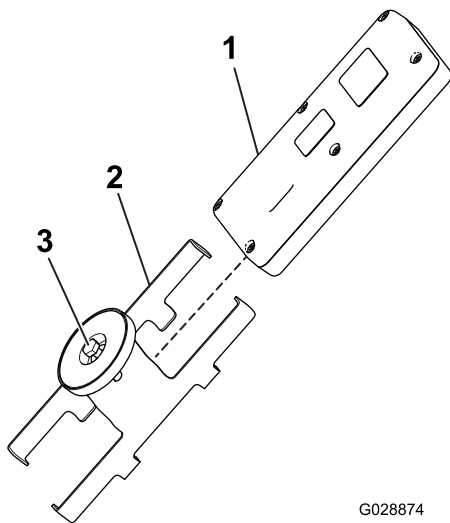

图 13
5. 将手持遥控器装入磁性遥控器支架将两半滑到一起并固定然后拧紧磁性支架内的螺栓 图 13。